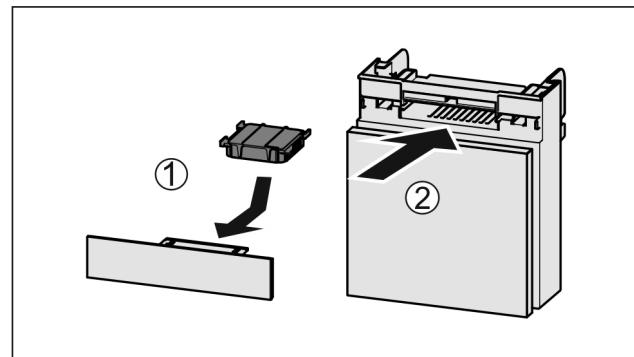

Fig. 152
► Установите фильтр с активированным углем, как показано на рисунке Fig. 152 (1).
► Вставьте отделение Fig. 152 (2).